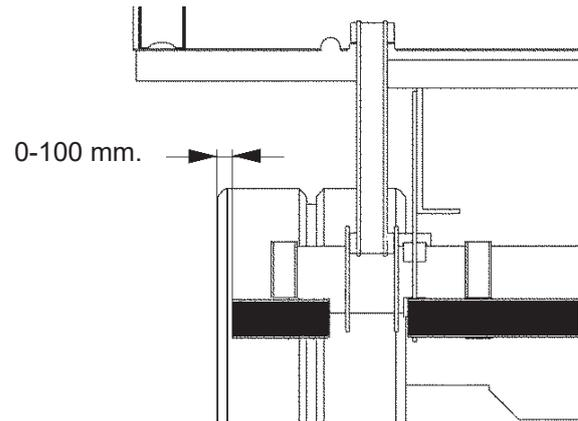

Abb. 9. Gesetzlich vorgeschriebene Maße
- Horizontalabstand von der Außenkante der Traverse bis zur Außenseite des Rades: max. 100 mm. Siehe Abb. 9.